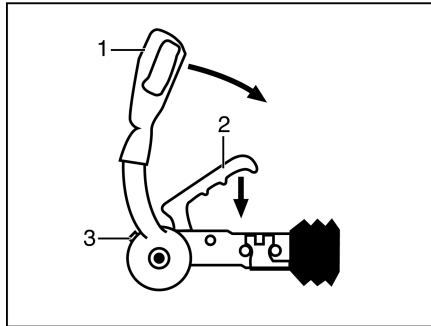

Bild 2 Sicherheitskupplung AKS 3004
- Stabilisierungshebel (Bild 2,1) bis zum Anschlag nach oben ziehen.
- Kupplungsgriff (Bild 2,2) nach oben ziehen.
- Sichtkontrolle durchführen: Der grüne Zylinder der Sicherheitsanzeige (Bild 2,3) muss sichtbar sein.
- Die Stabilisierungseinrichtung aktivieren. Dazu den Stabilisierungshebel (Bild 2,1) bis zum Anschlag nach unten drücken.